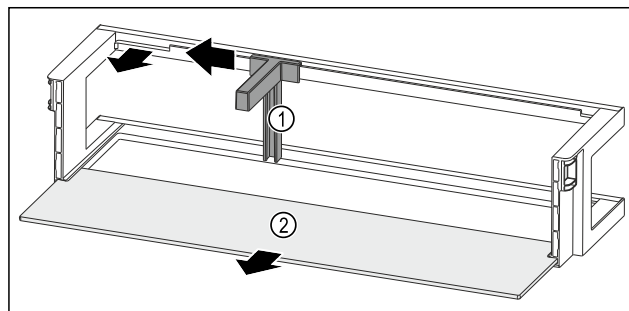

Fig. 86 Raft montat pe ușă cu suport pentru sticle și raft
- Împingeți în lateral suportul pentru sticle Fig. 86 (1) până la degajare.
- Extrageți suportul pentru sticle Fig. 86 (1).
- Extrageți raftul Fig. 86 (2).